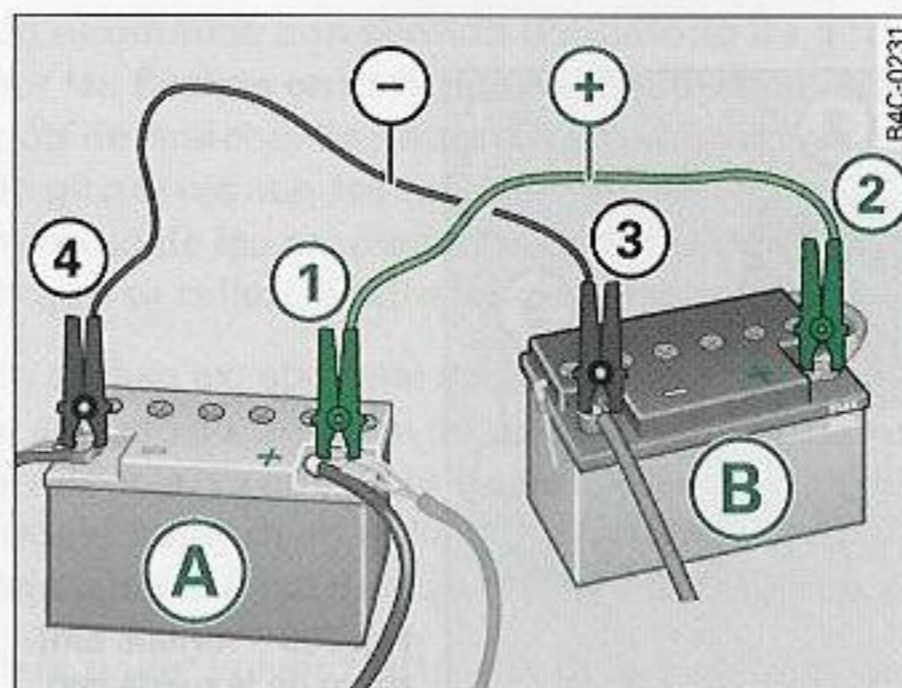

Fig. 259 Ayuda de arranque con la batería de otro vehículo: A - descargada, B - cargada
1. Fije un extremo en el polo positivo ① ⇒ fig. 259 de la batería descargada (A).
2. Fije el otro extremo en el polo positivo ② de la batería cargada (B).
Le rogamos que tenga en cuenta que el procedimiento de conexión de los cables de ayuda de arranque que está descrito más arriba tiene como fin que su vehículo obtenga ayuda de arranque. En el caso de que su vehículo ayude a arrancar a otro vehículo, el cable negativo (-) no se debería embornar al polo negativo de la batería descargada ⇒ *página 354*, fig. 259 (4) sino a una pieza de metal maciza que esté atornillada al bloque motor o bien al mismo bloque motor. Si la batería del vehículo que recibe corriente no dispone de un respiradero hacia el exterior hay peligro de explosión por gas detonante. ■